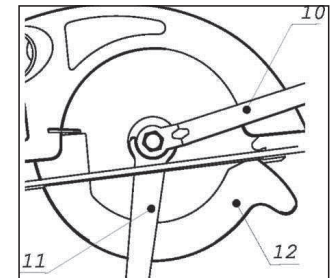

Рис. 2
Для снятия/установки пильного диска (2) на шпиндель, зафиксируйте его ключом, как показано на Рис. 2 и отверните/закрутите болт крепления диска. После, отодвинув кожух диска (12), снимите / установите пильный диск.